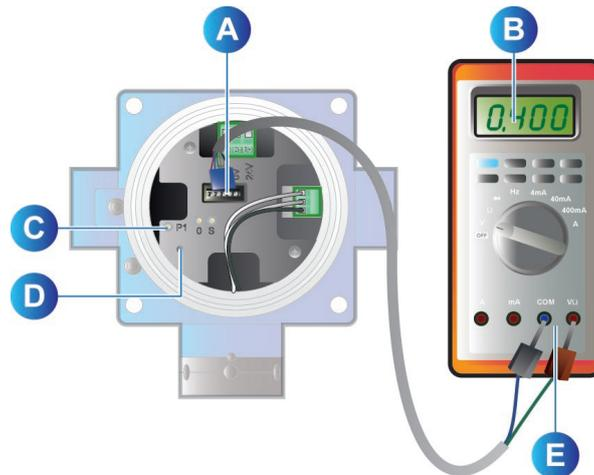

Abbildung 15 : Überprüfung des Stromwandlers
1. Verbinden Sie die blauen und grünen Stecker des Kalibrierkabels OLCT 100 mit den Anschlüssen "+" und "-" am Multimeter "E" (Abbildung 15, E)